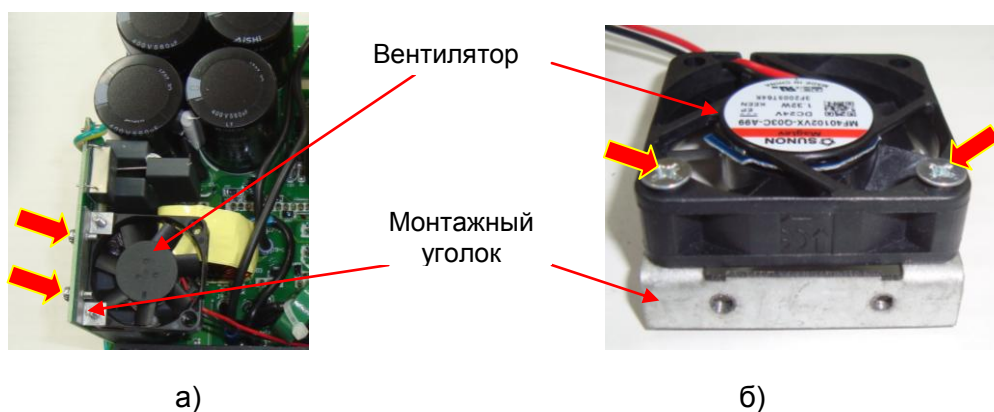

Рис. 6.8
6.3.4. Выкрутить 2 винта крепления внутреннего вентилятора (красные стрелки, рис. 6.8а)
6.3.6. Выкрутить 2 винта крепления вентилятора к монтажному уголку (красные стрелки, рис. 6.8,б). Все элементы положить в тару.